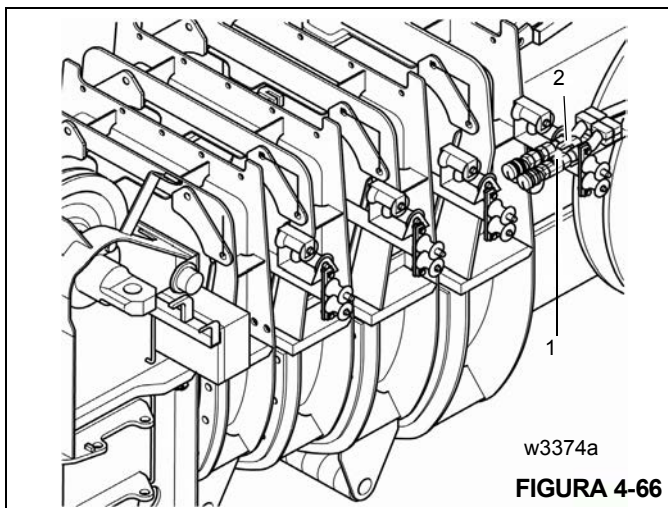

FIGURA 4-66
Siempre debe insertar un dispositivo antirretorceduras antes de liberar la protección contra tirones (1) del sujetador (2) en la pluma principal (Figura 4-66).